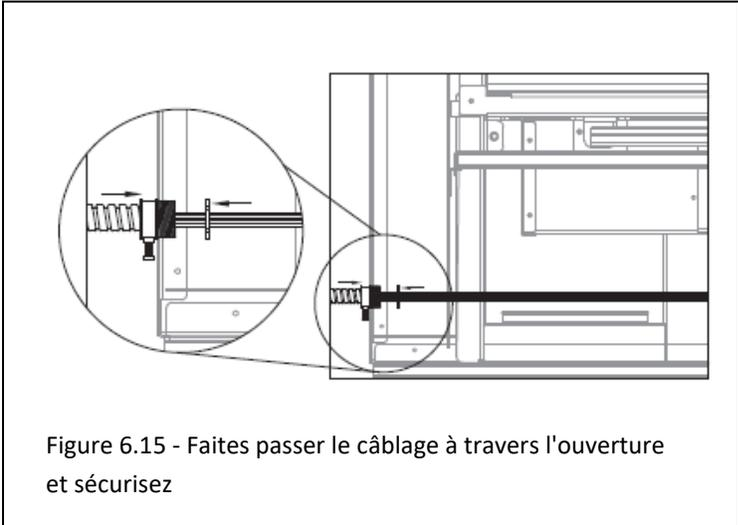

Figure 6.15 - Faites passer le câblage à travers l'ouverture et sécurisez
4. Faites passer le câblage lâche à travers la plus grande section de l'ouverture jusqu'à ce que vous atteigniez le début du conduit flexible. Dévissez l'écrou de l'extrémité du conduit et faites glisser l'extrémité du conduit dans la plus petite section de cette ouverture. Revissez l'écrou de blocage sur les filets du conduit qui le fixe au foyer. Voir Figure 6.15.